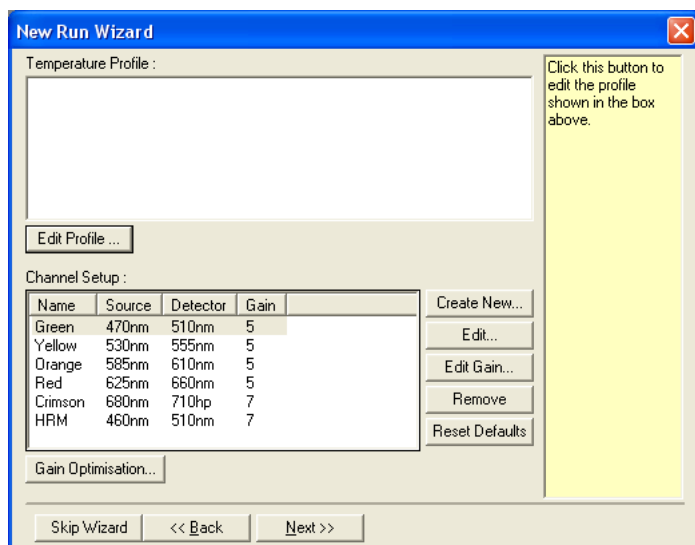

Figure 22. « Edit Profile » (modification du profil) dans l'assistant « New Run Wizard » (nouvelle analyse).
5. Cliquer sur « Edit Profile » (modifier profil) dans la boîte de dialogue « New Run Wizard » (assistant nouvelle analyse) (figure 22) puis vérifier les paramètres de l'analyse conformément aux informations contenues dans les étapes suivantes.